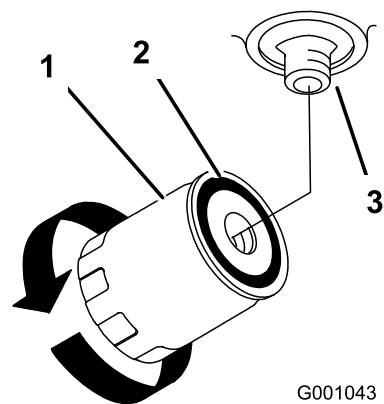

Figura 75
4. Remova o filtro de óleo antigo e limpe a superfície de vedação do adaptador do filtro (Figura 75).
7. Rode o filtro de óleo hidráulico no sentido dos ponteiros do relógio até que a junta de borracha toque no adaptador do filtro e, em seguida, aperte o filtro mais 1/2 volta (Figura 75).